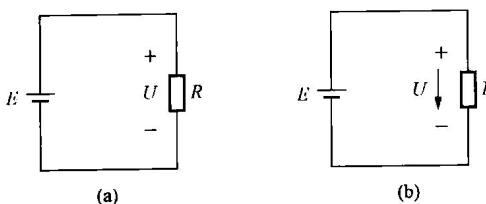

图 1-2 电压的标示法
(3) 电压的单位：V（伏特）。
(4) 电压在电路中的标示方法：用正号“+”负号“-”标示，如图 1-2 所示。
(5) 电压的方向：从高电位指向低电位。